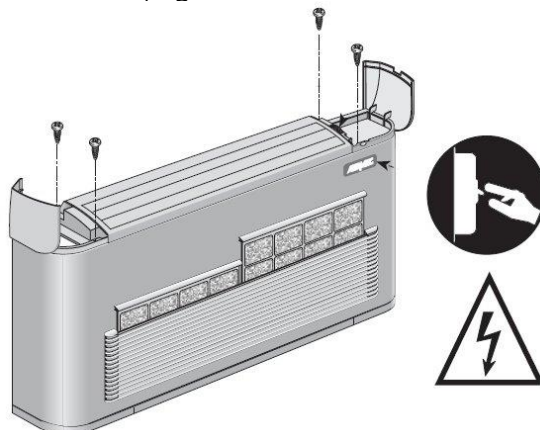

Figure 1 Vis de fixation de la carrosserie
- Retirer la carrosserie en dévissant les vis (Figure 1 Vis de fixation de la carrosserie)